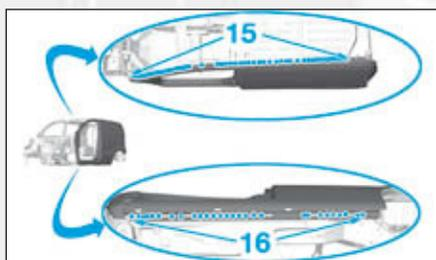

FIG. 185
- par points électriques en (15), (16) et (17) (Fig.185), et (Fig.186).